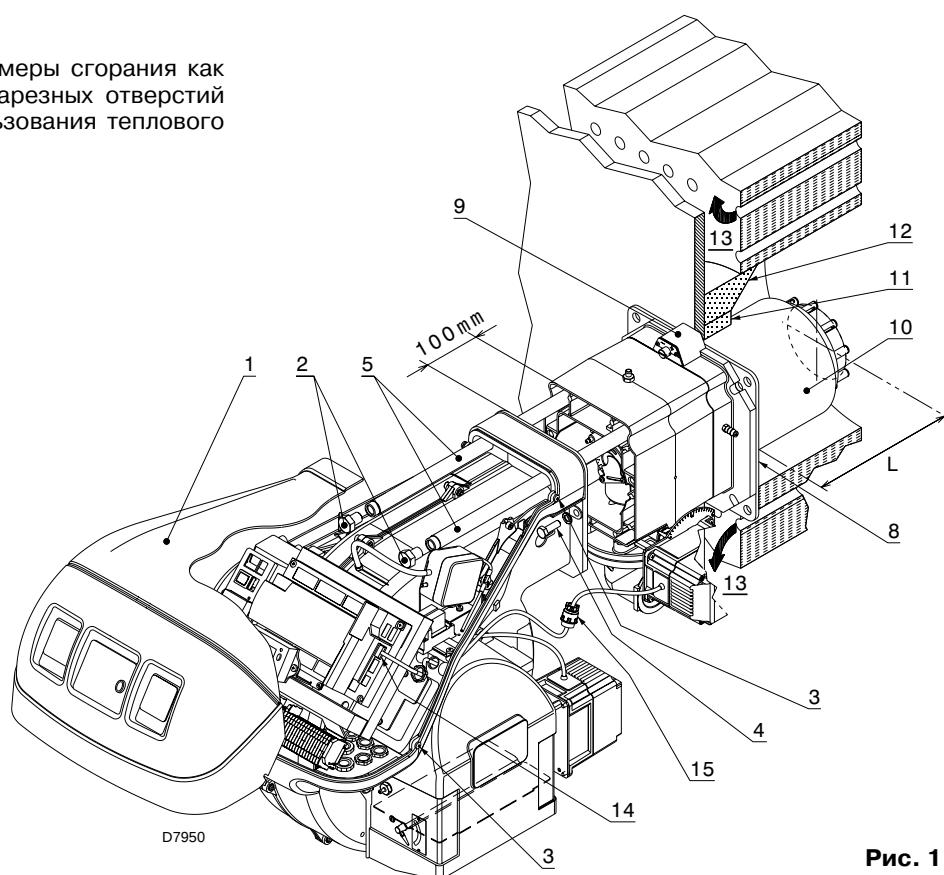

Рис. 11
Для котлов с передними оборотами дыма 13), или с камерой инверсии пламени выполните защитное приспособление из огнеупорного материала 11) между футеровкой котла 12) и форсунки 10). Защитное приспособление должно позволять вынимание форсунки. Смотри Рис. 11.
Отделить головку горения от остальной горелки, Рис. 11.
Выполнив эту операцию, прикрепите фланец 9)(Рис. 11) к пластине котла, используя изолирующий экран 8)(Рис. 11), входящий в поставку горелки.
- снова установите горелку на направляющие 3) примерно на 100 мм от муфты 4) - положение горелки указано на Рис. 11;
- подсоедините вилку серводвигателя 14)(Рис. 11) и закрутите кабельный зажим 15)(Рис. 11);